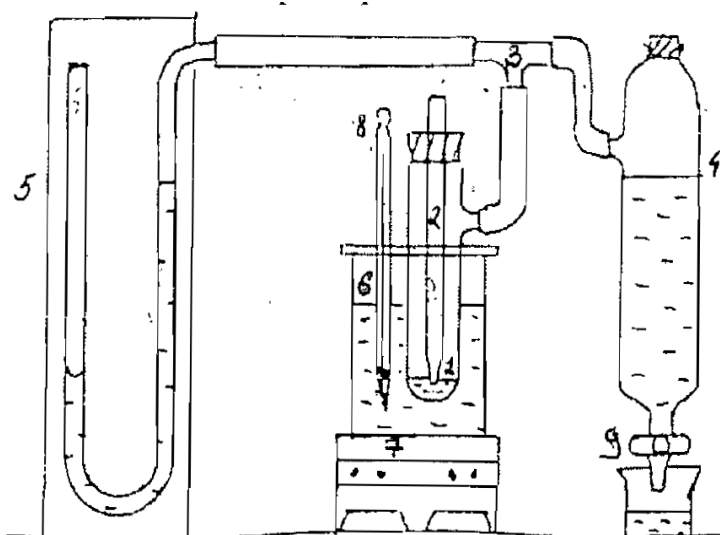

Рис.2 Эскиз экспериментальной установки.
Прибор (см. рис.2) состоит из пробирки с боковым отростком (1), в которой находится исследуемая жидкость (дистиллированная вода). Пробирка герметически закрывается пробкой со стеклянной трубкой (2), конец которой оттянут на капилляр. При этом конец капилляра должен касаться поверхности жидкости. Через боковой отросток и тройник (3) пробирка сообщается с аспиратором (4) и спиртовым манометром (5). Для измерения и контроля температуры исследуемой жидкости пробирка помещается в стакан с водой (6), который находится на электроплитке (7). В воду опущен термометр (8). Вытекающая из аспиратора (4) вода собирается в стакане (9).